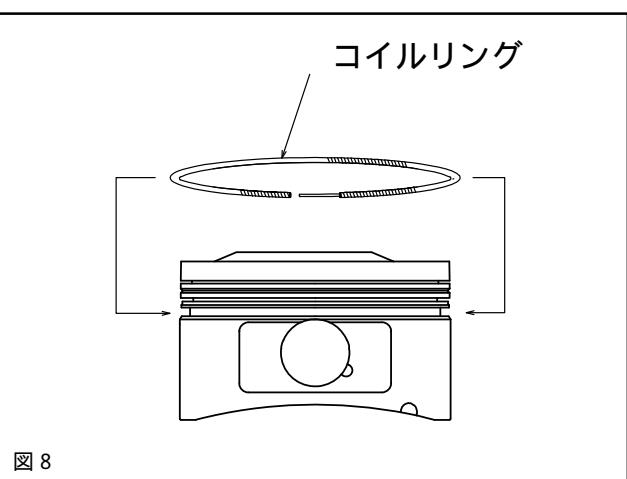

図 8
- 6 . 2 図 8 のように 2 ピースオイルリングのコイルリングをピストンのオイルリング溝に取付けてください。